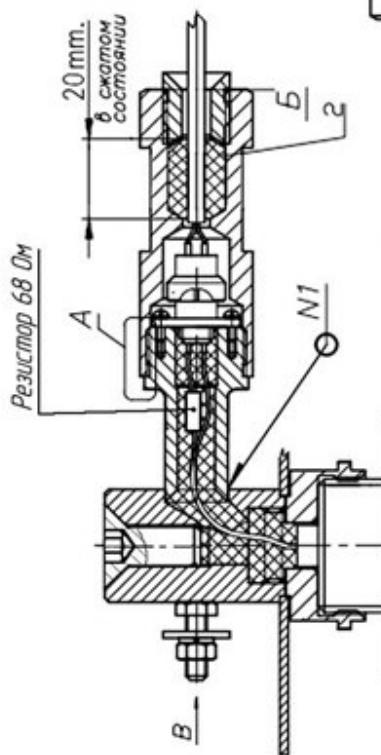

Рис. 2. Чертеж средств взрывозащиты МПП «Гарант-12КД»
4.2. Взрывозащищенность МПП (см. рис. 2) достигается за счет